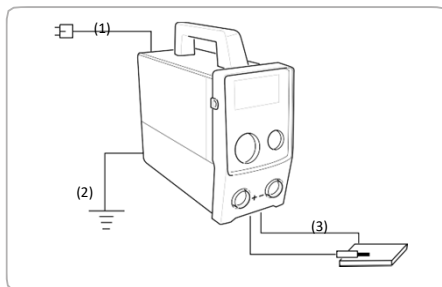

Fig.4
- Aparatul pornește prin conectarea cablului de alimentare la priză și apăsarea întrerupătorului în poziția pornit; fig 4 (1)
- Aparatul se oprește, apăsând întrerupătorul în poziția oprit și deconectând cablul de alimentare de la priză. fig 4 (2)